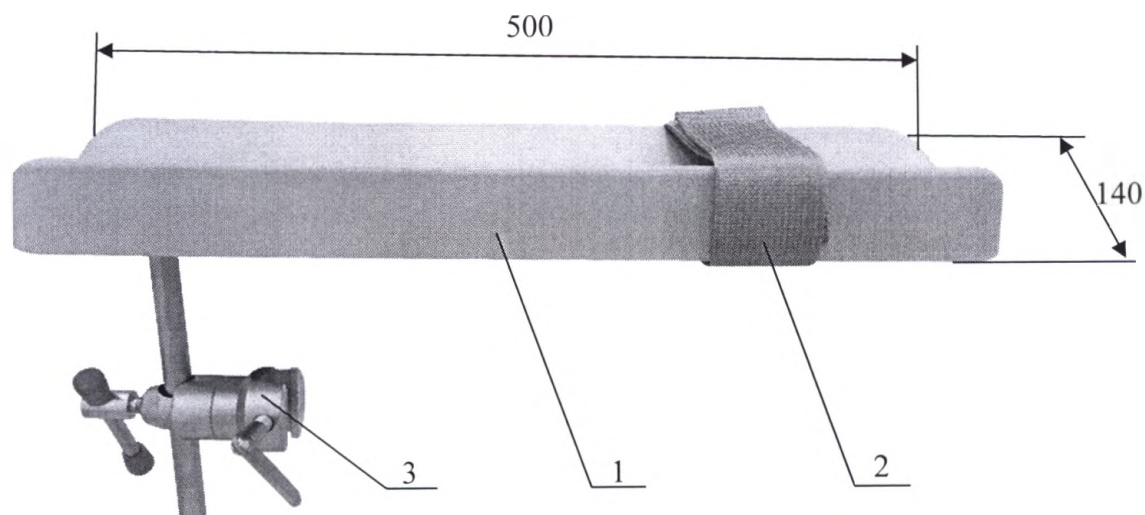

Рисунок 2. Столик для инъекций.
2. Столик для инъекций (опора для руки) (Рисунок 2). Профилированное ложе 1 из литого пенополиуретана, нержавеющие монтажные элементы. Регулируется по высоте и поворачивается вокруг вертикальной и горизонтальной оси. Оснащен зажимом 201.101 и фиксирующим ремнем. Максимальная допустимая нагрузка – 15 кг.